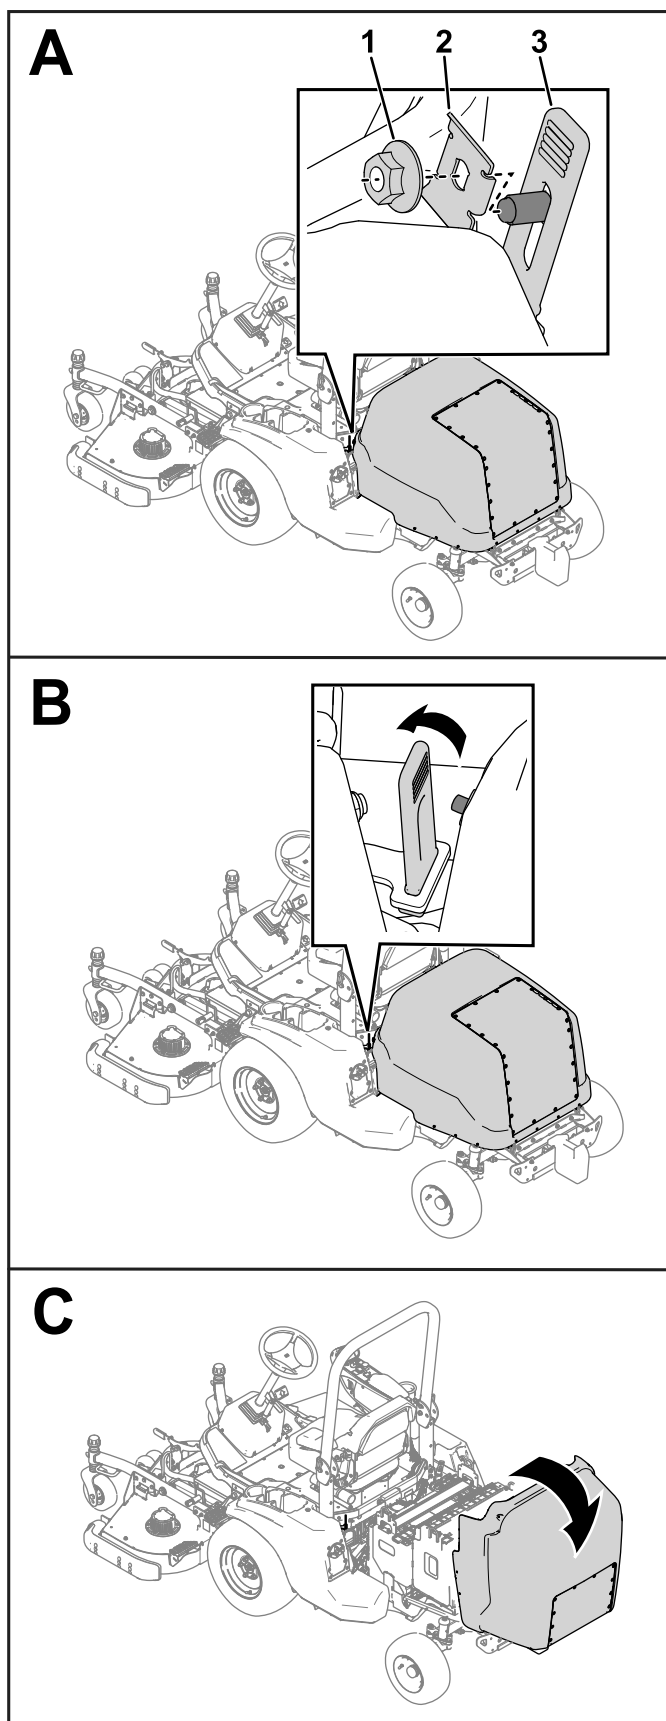

Figura 42
1. Îndepărtați piulițele și elementele de fixare a curelei (Figura 42) de pe fiecare parte a capotei.
2. Eliberați curelele de pe fiecare parte a mainii (Figura 42).
3. Ridicați capota (Figura 42).